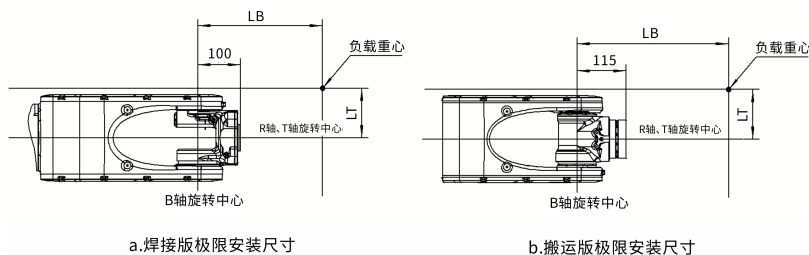

图 6.1 极限安装尺寸
2、当负载的体积比较小时，极限安装尺寸（LB、LT）如图 6.1 “极限安装尺寸”所示。